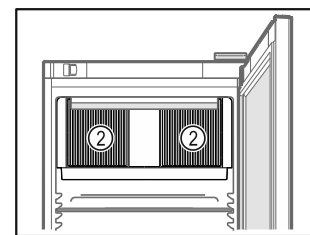

Fig. 79
- Ventilatiesleuf Fig. 79 (2) van de ventilator in de binnenruimte vrijhouden.